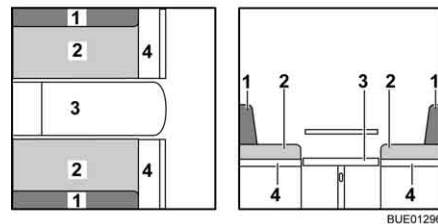

Bild 123 Während des Umbaus
- Sitzbank verbreitern (Bild 123,4).
- Die Rückenpolster (Bild 123,1) abnehmen und beiseite legen.
- Die Sitzpolster (Bild 123,2) zur Mitte ziehen.